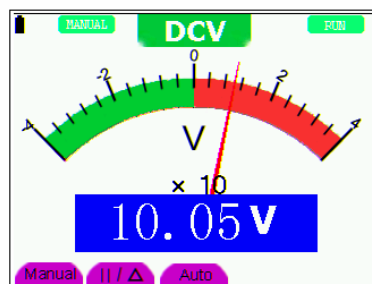

Рис. 33: Режимы Авто/Ручной
2. В данном режиме пределы измерений увеличиваются пошагово при каждом очередном нажатии на кнопку **F1**. При достижении максимального предела – происходит переход на первый минимальный (и т.д. – циклически). Результат измерений параметра в любом из режимов будет равен произведению текущего множителя шкалы и отображаемого на дисплее значения (см. рис.33).